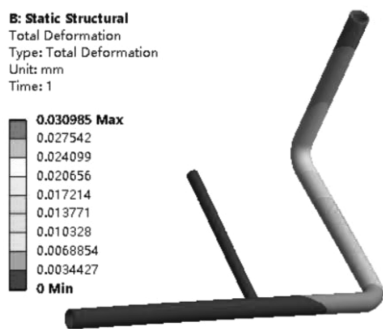
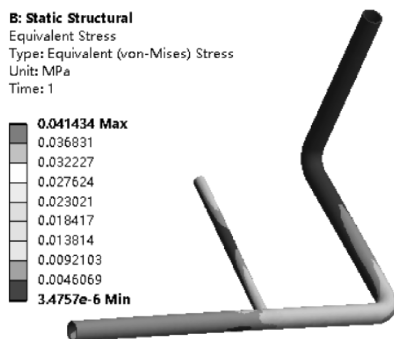

图 11-156 水管总变形分布云图
图 11-157 水管等效应力分布云图
(1) 在 Mechanical 标准工具栏中单击 Solve 进行求解运算。
(2) 运算结束后, 单击【Solution (B6)】→【Total Deformation】, 图形区域显示得到的水管总变形分布云图, 如图 11-156 所示; 单击【Solution (B6)】→【Equivalent Stress】, 显示水管等效应力分布云图, 如图 11-157 所示。